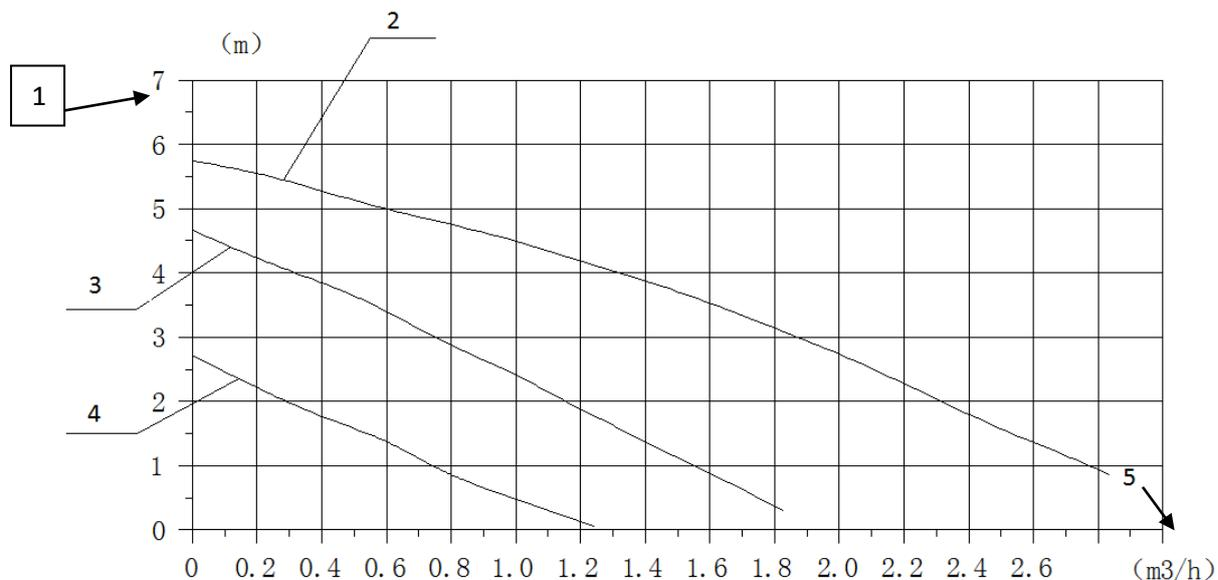

Рис. 4
3.8 Диаграмма характеристик циркуляционного насоса (Рис. 4)